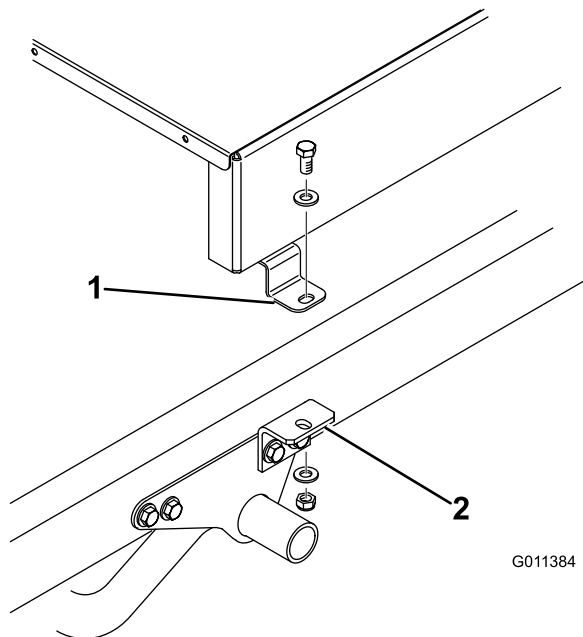
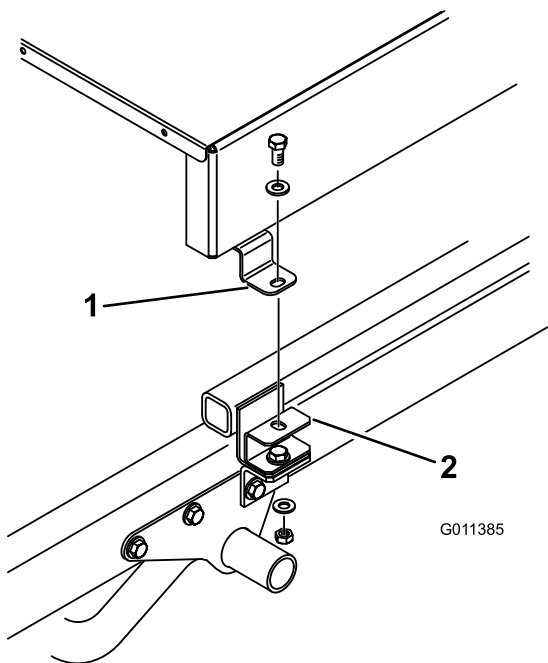

Рисунок 10
Рисунок 11
8. Прикрепите, не затягивая, верх каждого кронштейна навесного оборудования (Рисунок 10) или монтажной проставки (Рисунок 11) к монтажному выступу на каждой стороне пескователя с помощью болта  $\frac{1}{2}$  x 1 дюйм, 2 плоских шайб и контргайки. Затяните все детали крепления.